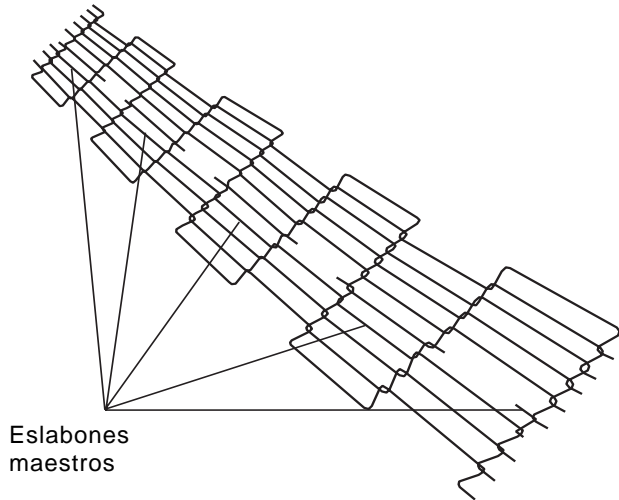

Figura 4-27.
1. Con ayuda de unos alicates largos podrá quitar un eslabón completo estando el transportador bien dentro o fuera del horno. Coloque los eslabones maestros al final del transportador tal y como se muestra en la Figura 4-27.